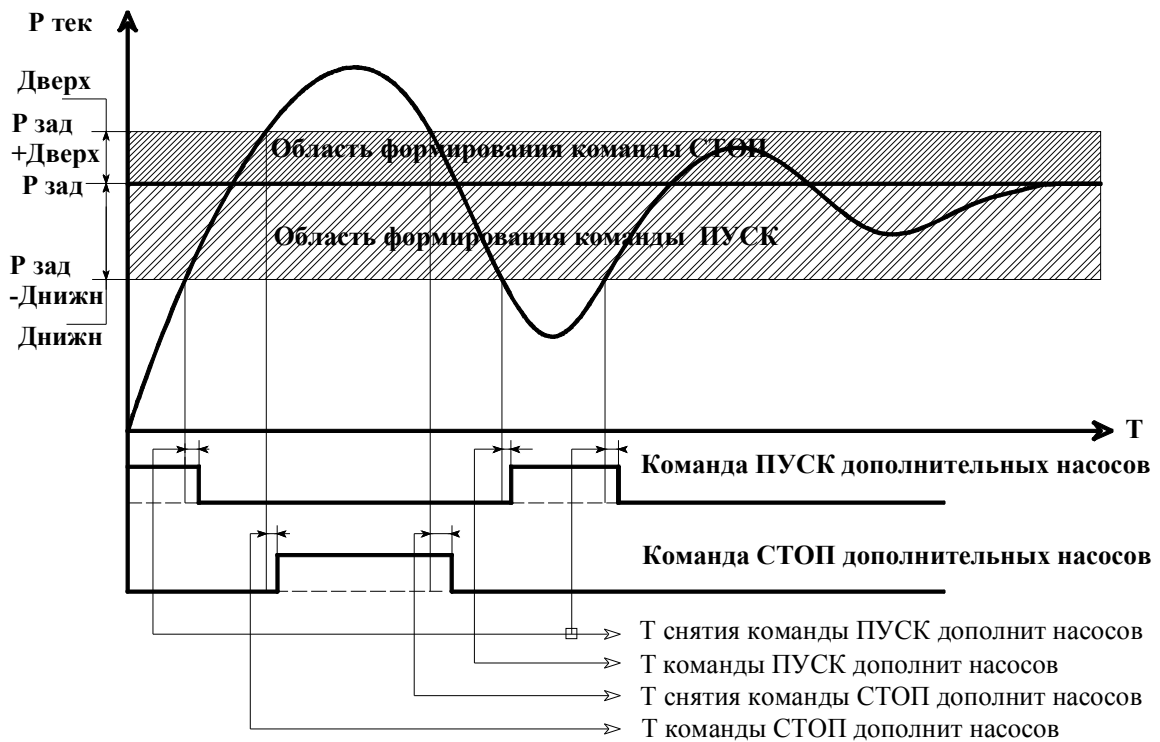

Рис. 4.1. Формирование команд ПУСК/СТОП дополнительных насосов
**Включение дополнительного насоса** будет производиться через программируемый интервал времени. При программировании БУК задается тот уровень давления, до достижения которого в систему выдается команда на пуск дополнительного насоса (рис.4.1).
**Отключение дополнительных насосов.** При повышении давления относительно заданной уставки на значение «Дельта верх» (рис. 4.1.) БУК выдаст команду на отключение дополнительных насосов (при работе более одного насоса). При этом сначала отключается первый включенный в работу в автоматическом режиме насос, затем через программируемое время – второй включенный в работу и т.д. Такой алгоритм отключения насосов обеспечивает равномерную выработку их ресурса.
а) принудительный сброс отказа ПЧ в количестве, определяемом при программировании меню «**Режимы функционирования**» (п. 10.4.3) с интервалами времени, программируемыми в меню «**Таймеры 2, Наладка**» – (Приложение 1, рис. 4.1П);
Контроль состояния регулируемого насосов преобразователем частоты производится непрерывно в течение всего времени регулирования. При появлении признака превышения потребляемого тока производится отключение регулируемого насоса. В случае задания режима тестирования насосов (меню Режимы функционирования «Тест насосов разрешен» – рис. 10.25, п. 10.4.3) производится то количество попыток повторного пуска насоса, которое определено в этом же меню в индикаторе «Количество тест насосов». Интервал повторно пуска определяется в меню Таймеры 2, наладка (рис. 4.1П, Приложение 1). При достижении количества повторных пусков, при которых выдается отказ ПЧ с последующим сбросом отказа, заданного значения, насос блокируется как неисправный и в дальнейшей работе не участвует.
При выполнении тестирования насосов производится принудительный сброс отказа преобразователя частоты. Количество сбросов отказа задается в строке «Количество сброс отказов ПЧ» меню Режимы функционирования (рис. 10.25, п. 10.4.2), интервал между сбросами отказа программируется в меню Таймеры 2, наладка (рис. 4.1П, Приложение 1). При достижении заданного количества сброса отказов ПЧ и невозможности его работоспособности ПЧ признается отказавшим. Он блокируется для дальнейшей работы.
ве состояний. Пуск комплекса регулирования производится при достижении одного из условий: снижение величины избыточного давления в магистрали ниже уровня уставки на программируемое значение «Дельта низ» (рис.4.1) и выдаче команды «Пуск», или при превышении выходного сигнала ПИД - регулятора значения «Частота сигнала, Гц» на величину «Дельта частоты верхнее, Гц», программируемых в меню ПИД - регулятор (п.10.3.1, рис.10.10).